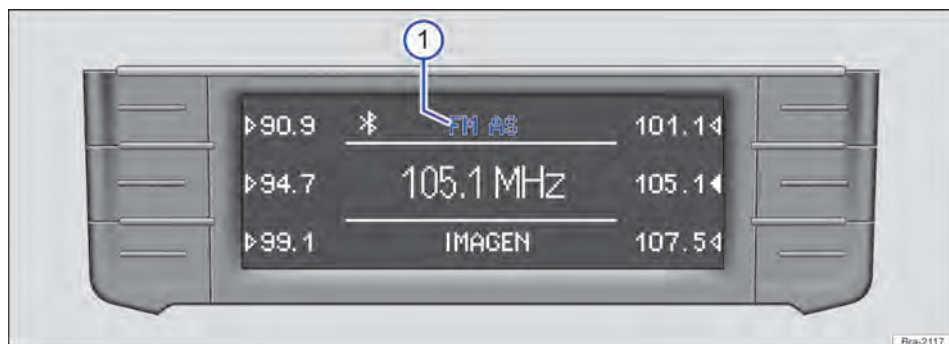

Fig. 138 Menu principal RADIO: são exibidas as faixas de frequências e os níveis de memória.
A faixa de frequências atualmente selecionada é exibida acima da exibição da estação → Fig. 138 ①.